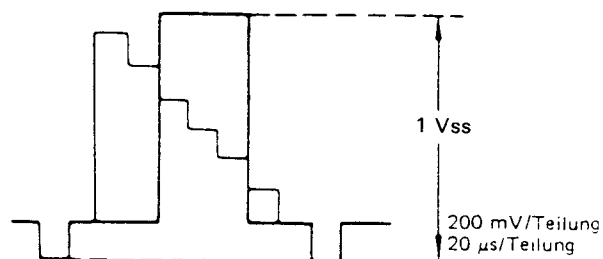

Abbildung 2-3.
4. Einen Frequenzzähler an den Stift ⑤ von IC201 anschließen, und R216 (FM-Trägerregler) so einstellen, daß der Zähler 3,8 MHz anzeigt.
6. Das Oszilloskop (externer Trigger: TP2201) an den Videoausgang (75-Ohm-Klemme) anschließen. Wenn der automatische Aufnahme- und Wieder-gabepegel niedriger als 1,0 Vss ist, R222 (Hubregler) entgegen dem Uhrzeigersinn drehen; ist der Pegel höher als 1,0 Vss, R222 im Uhrzeigersinn drehen. Diesen Vorgang wiederholen, bis $1,00 \pm 0,05$ Vss angezeigt wird. (Siehe Abb. 2-3.)
7. Das normale Farbbalkensignal nicht mehr zuleiten, und einen Stiftstecker in die Eingangsbuchsen stecken, um diese kurzzuschließen. Einen Frequenzzähler an den Stift ⑤ von IC201 anschließen, und sicherstellen, daß der Zähler 3,8 MHz anzeigt.